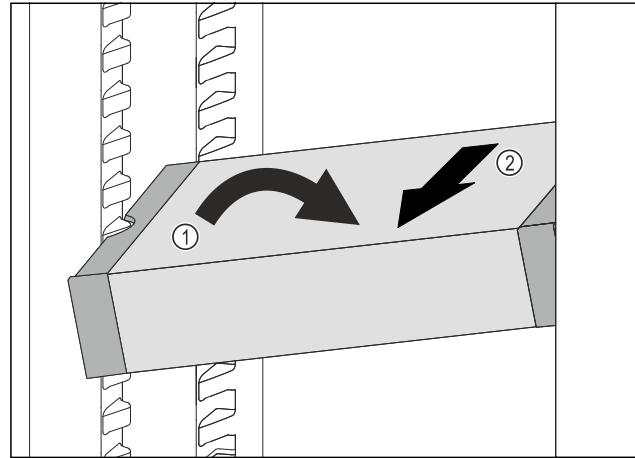

Fig. 97
- VarioSafe postavte v chladničke šikmo. Fig. 97 (1)
- VarioSafe vyberte dopredu. Fig. 97 (2)